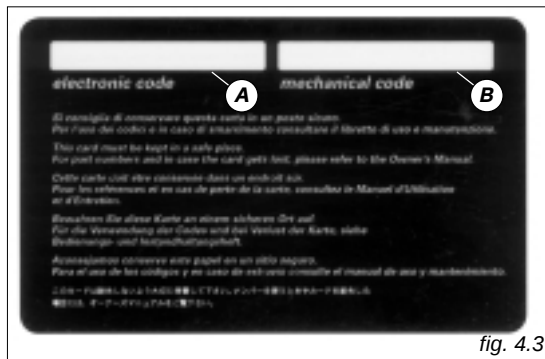

fig. 4.3
A) (fig. 4.3) le code électronique, à utiliser en cas de démarrage d'urgence;
B) (fig. 4.3) le code mécanique des clés, à communiquer au réseau d'assistance DUCATI, en cas de demande de doubles des clés.